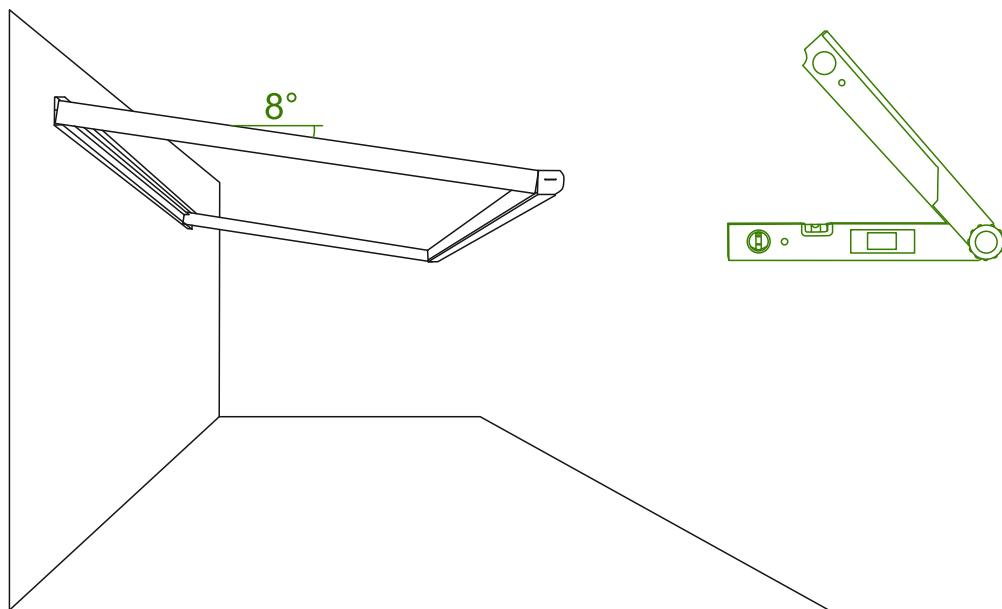

Abb. 10
5. Achten Sie bitte darauf, dass die Neigung der Randsparren genau  $8^\circ$  beträgt. Handelsübliche Digitale Winkelmesser erleichtern Ihnen die Handhabung. Siehe Abb. 10.
**A) B)** 8. 2. Setzen Sie das bereits vorbereitete HT-Rohr von oben, durch die in der Rinne vorgefertigten 80mm Ausschnitt in den Pfosten und verbinden Sie die beiden HT-Rohre in dem Pfosten zusammen. Hier muss man mit zwei Personen arbeiten, und die HT-Rohre in einander reinschieben. HT-Rohr soll an der Rinnenöffnung mit breitem Ende hängen bleiben und nicht in den Pfosten gelangen. Siehe Abb. 10.